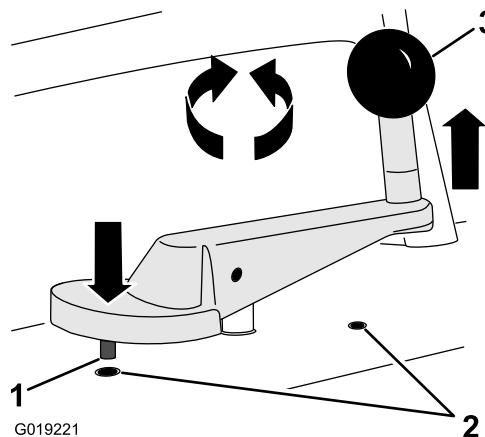

Figure 18
- B. Tournez la manivelle de réglage de hauteur (Figure 18) dans le sens antihoraire pour abaisser la lame jusqu'à ce qu'elle touche la surface de travail.
C. Tournez la manivelle de réglage de hauteur d'un tour dans le sens horaire pour éléver la lame (Figure 18). La machine est à la **hauteur de démarrage**.
2. Tournez le bouton de la jauge de profondeur jusqu'à ce que le repère blanc soit aligné sur le repère « -0 » de la jauge (Figure 18).
1. Élevez ou abaissez la lame en tournant la manivelle de réglage de hauteur de coupe jusqu'à obtention de la hauteur voulue (Figure 18).
2. Au besoin, tournez la manivelle de réglage de hauteur pour aligner le doigt d'indexage au bas de la poignée sur le trou correspondant dans le panneau de commande (Figure 18).
3. Tirez la manivelle vers le haut pour engager le doigt d'indexage dans le trou (Figure 18).